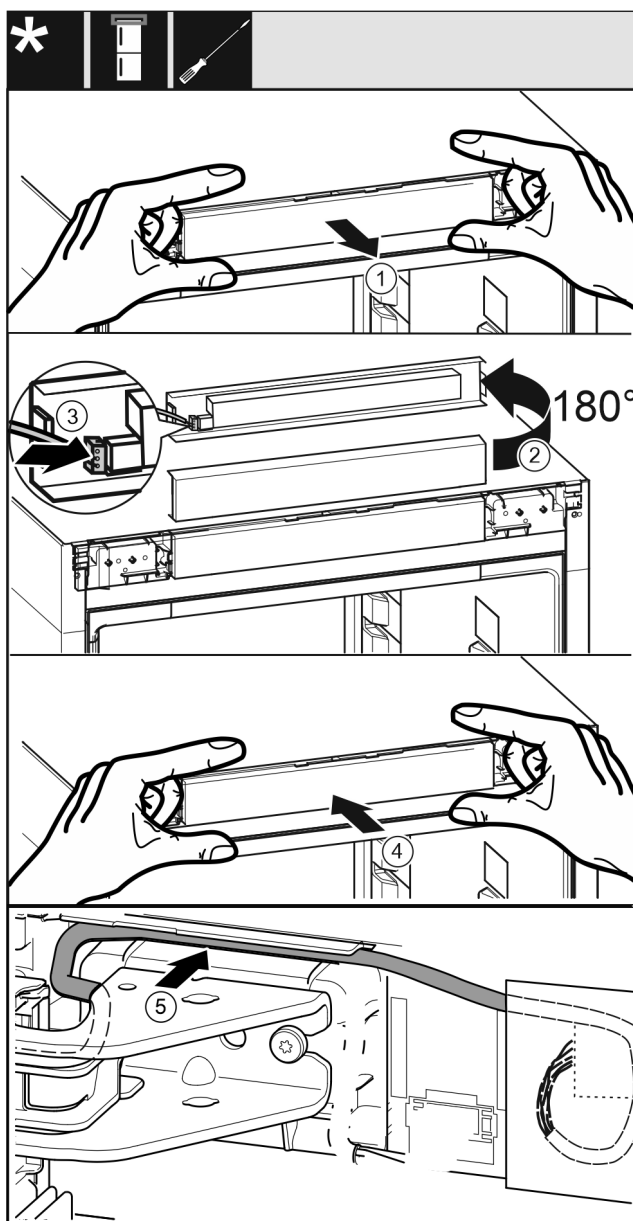

Fig. 61
- Opatrně vyjměte panel Fig. 61 (1).
- ▶ Panel Fig. 61 (2) otočte nahoru o 180°.
- ▶ Zástrčka Fig. 61 (3) zacvakne do panelu.
- ▶ Nasadte panel Fig. 61 (4) zpět na spotřebič.
- ▶ Kabel Fig. 61 (5) opatrně položte ve vedení nad horním stojanem ložiska.